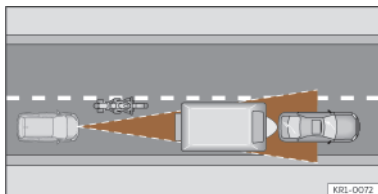

Fig. 121 Motociclista che circola anteriormente fuori dal raggio d'azione del sensore radar.
- Veicoli che circolano disallineati o al di fuori del raggio di rilevamento del sensore, ad esempio motocicli >>> fig. 121.